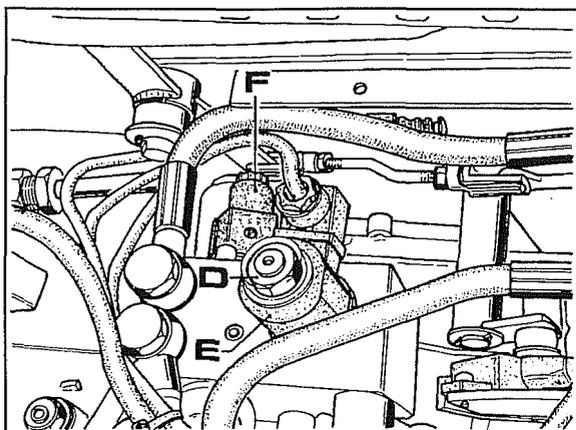
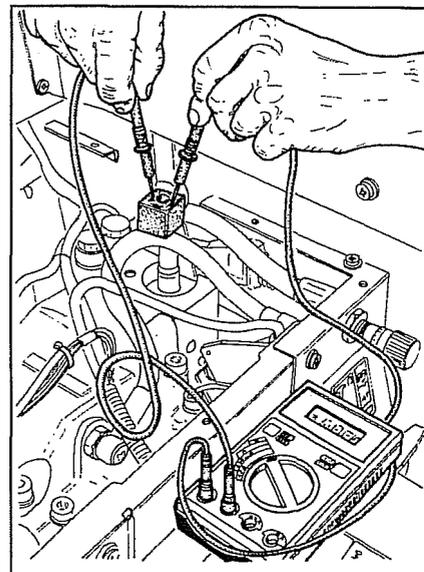
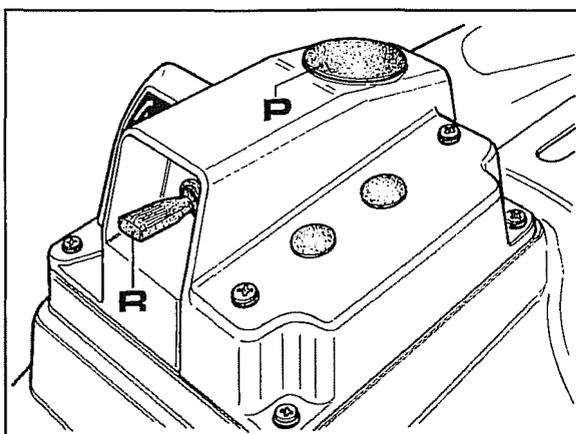

Fig. 4
Fig. 5
Fig. 6
1. Luego de haber quitado el asiento, quitar la protección de la electroválvula y desenroscar la tuerca **D** fig. 4, luego extraer la bobina **E** del solenoide.
2. Para controlar si existe corriente, efectuar la medición del voltaje en el enchufe del cableo que llega a la electroválvula (fig. 5) recordando que antes es necesario preparar la máquina con el elevador todo hacia abajo, dar corriente al cuadro, pulsar el pulsador de seguridad **P** fig. 6 y accionar en subida la palanca **R** fig. 6 mando elevador.
Para efectuar la medición del voltaje en el enchufe del cableo que llega a la electroválvula **F** fig. 4, basta desconectar el cableo de la electroválvula recordando antes de preparar la máquina accionando hacia abajo la palanca **R** fig. 6 mando elevador, luego pulsar el botón de seguridad. **P** fig.6.
1. Luego de haber quitado la protección, desenroscar la tuerca **D** fig.4, luego extraer la bobina **E** del solenoide.